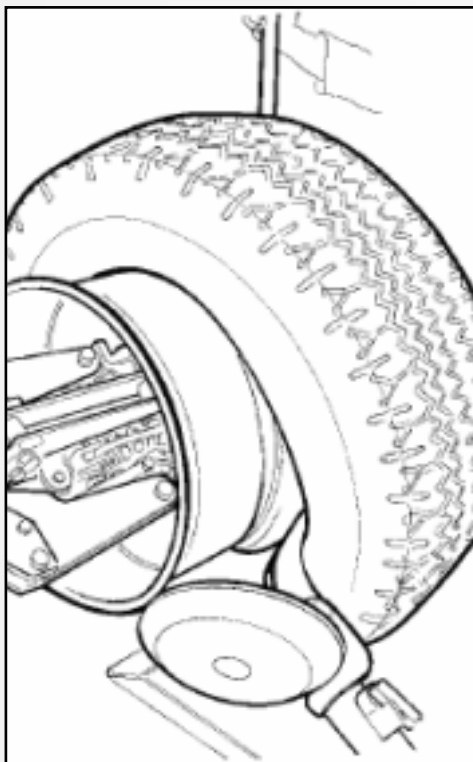

Рисунок 18
- поверните съемный рычаг на 180° и вставьте его между диском и бортиком (см. рис. 18). Перемещайте его, пока бортик не окажется на краю диска (лучше делать это на вращающемся колесе).